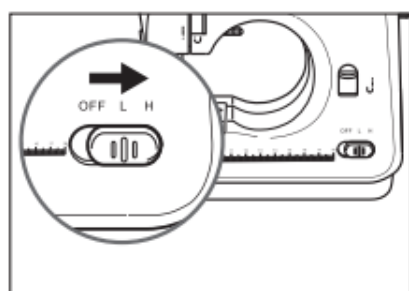

Fig.9
6. Stellen Sie den Hauptschalter auf "L" (niedrige Geschwindigkeit) oder "H" (hohe Geschwindigkeit) und die Maschine wird automatisch mit der eingestellten Geschwindigkeit Nähen. (Abbildung 9)